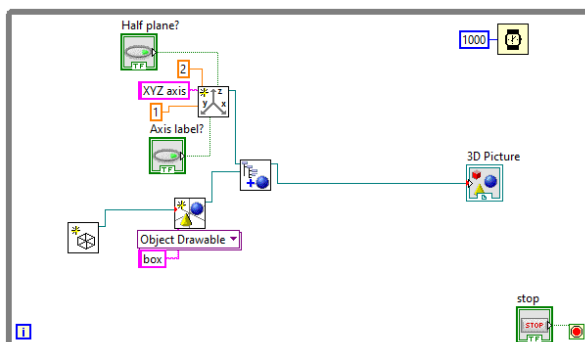

Рис.8.1. Схема підключення
8. Виконати підключення на рис.8.1. Встановити константу «Create 3D Axis» входу “Name”, входу “Length” константу 2, “Length” константу 1 підключити до Radius. Встановити константу Create Object входу “Name”, ввести “box”